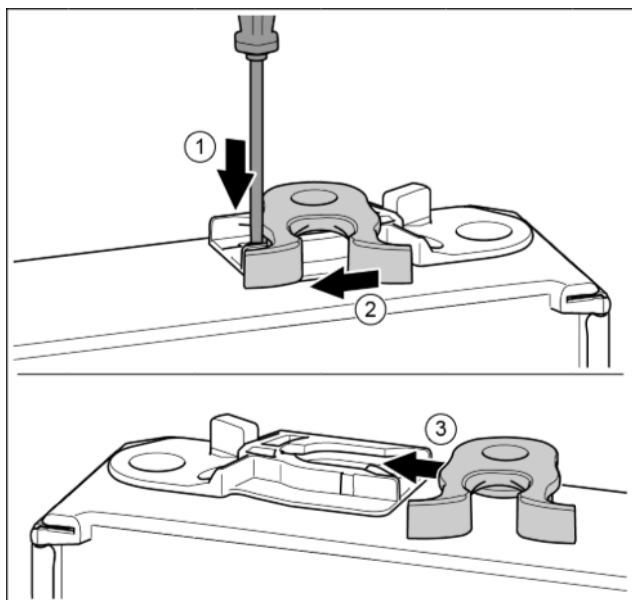

Fig. 17*
- Pousser vers le bas la languette avec un tournevis plat. Fig. 17 (1)*
- Tirer le crochet de fermeture en dehors du guide. Fig. 17 (2)*
- Pousser le crochet de fermeture dans le guide de l'autre côté. Fig. 17 (3)*